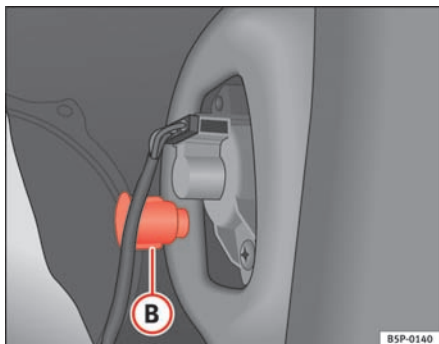

Fig. 186 Positionsslys og stoplys
- Skru kunststofholderen ⇒ fig. 186 (B) til baglygten ud. Det kan hjælpe at bruge sætte en skruetrækker ind under kunststofholderen til at løsne den.